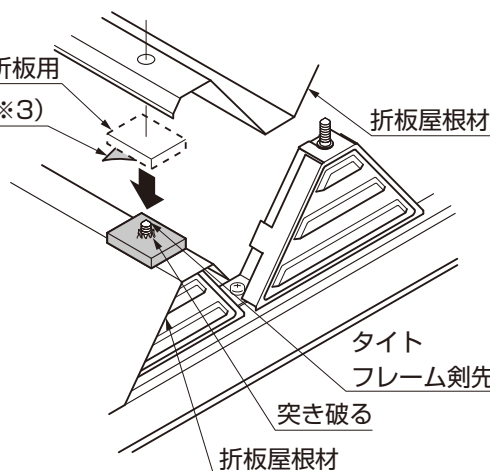
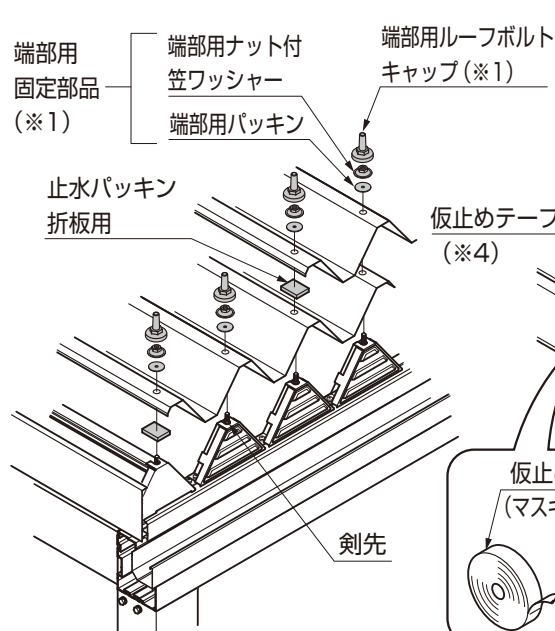
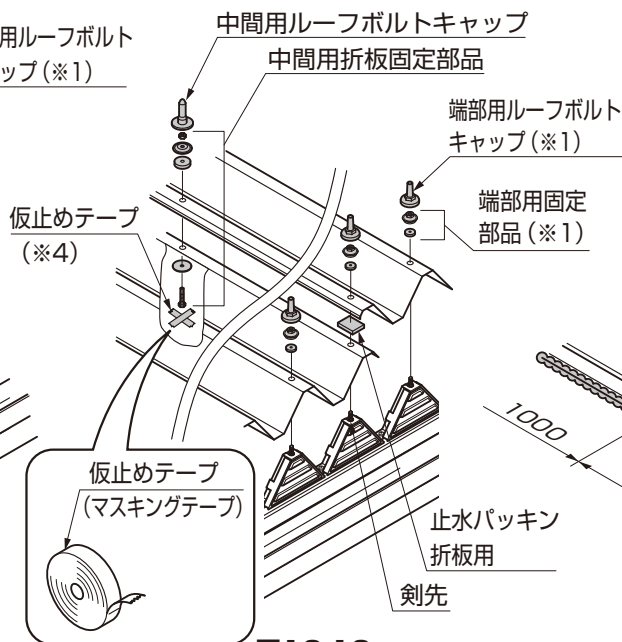

図16-13 止水パッキン
図16-15
図16-16
- ② 止水パッキン折板用のシール (※3) をはがし、横樋タイトフレームからでている剣先を突き破って貼付けてください。(図16-13参照)
- ③ 1枚目の折板屋根材を、正面 (シャッター側) のタイトフレームから出ている剣先に、両端部の穴にあわせて載せてください。(図16-15参照)
- ④ 折板屋根材の中間部の穴に合わせて、横樋梁用の中間部に $\phi 8$ の穴 (※5) をあけてください。
- ⑤ 折板屋根材の重ね合わせ部の両端部に、剣先を突き破って止水パッキン折板用を貼りつけてください。その後2枚目以降の折板屋根材を載せてください。(図16-13、図16-15、図16-16参照)
- ⑥ 折板屋根材の両端部を、端部用固定金具で組付けてください。(図16-15、図16-16参照)
- ⑦ 折板屋根材の中間部の下から、中間用折板固定部品の固定ボルト (※6) を差込んでください。(図16-16参照)
- ⑧ 中間用折板固定部品の部品すべてを締め付けたのち、仮止めテープをはがしてください。(図16-16参照)